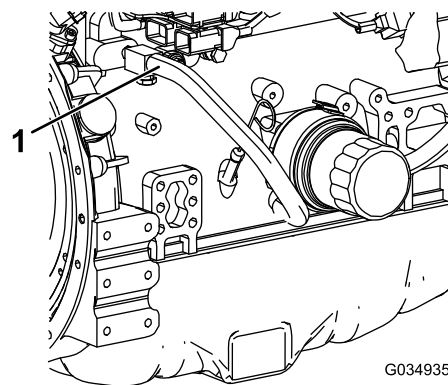

Figura 92
- 7. Retire la manguera de refrigerante del enfriador de aceite del motor (**Figura 92**).